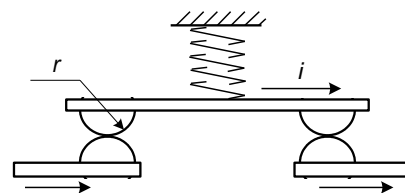

Рис. 12. Мостиковый контакт
1.6.2. Определить величину контактного нажатия мостикового контакта вспомогательной цепи контактора (рис. 12). Контакты подвижные и неподвижные изготовлены из серебряных накладок полусферической формы.